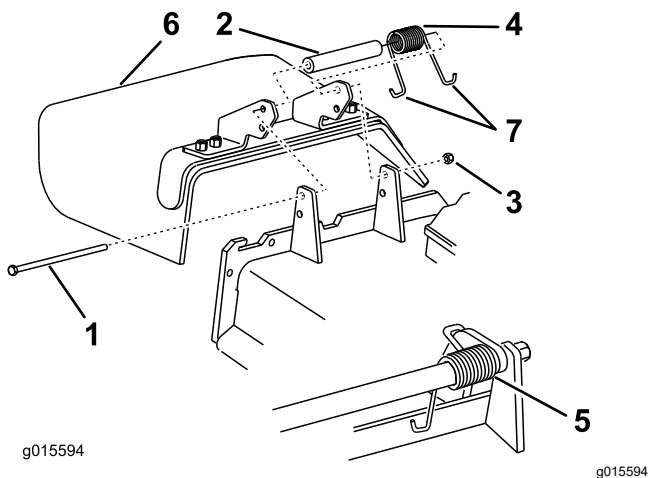

Figure 88
1. Retirez le contre-écrou, le boulon, le ressort et l'entretoise qui fixent le déflecteur aux supports de pivot (Figure 88).
2. Enlevez le déflecteur s'il est endommagé ou usé (Figure 88).
Remarque: Prenez soin de placer une extrémité en J du ressort derrière le bord du tablier avant de mettre le boulon en place, comme montré à la Figure 88.
6. Placez une extrémité en J du ressort autour du déflecteur d'herbe (Figure 88).